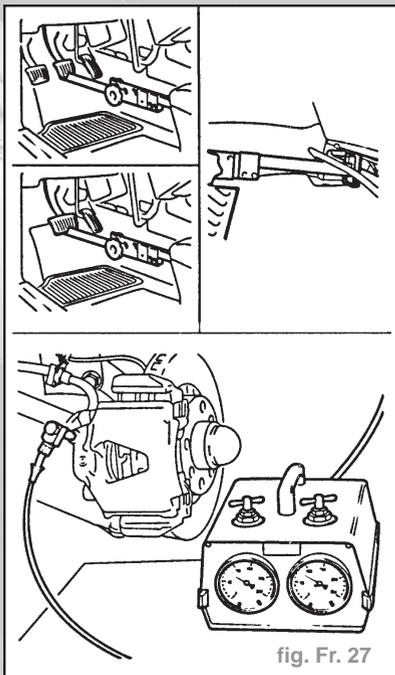

fig. Fr. 27
- Placer le tendeur de la pédale de frein contre le siège du conducteur et tendre la pédale de frein (fig. Fr. 27).